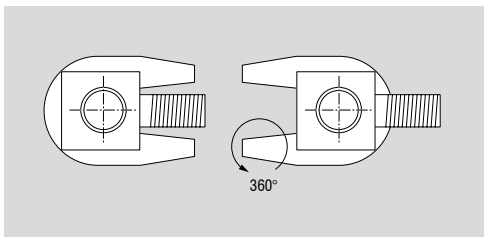

Fig. 5.2 La patte peut pivoter à 360°.
- La patte peut pivoter à 360°. Le pivotement de 360° de la patte ou de la semelle permet de garantir le positionnement optimal du cric (fig. 5.2).